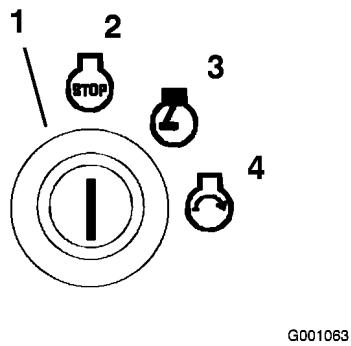

Figura 14
2. Girate la chiave di accensione in senso orario, in posizione di marcia (Figura 14). La spia della candela a incandescenza si accende.
4. Girate la chiave di accensione in posizione Off (Figura 14). Prima di lasciare la postazione di guida attendete che tutte le parti in movimento si siano fermate.